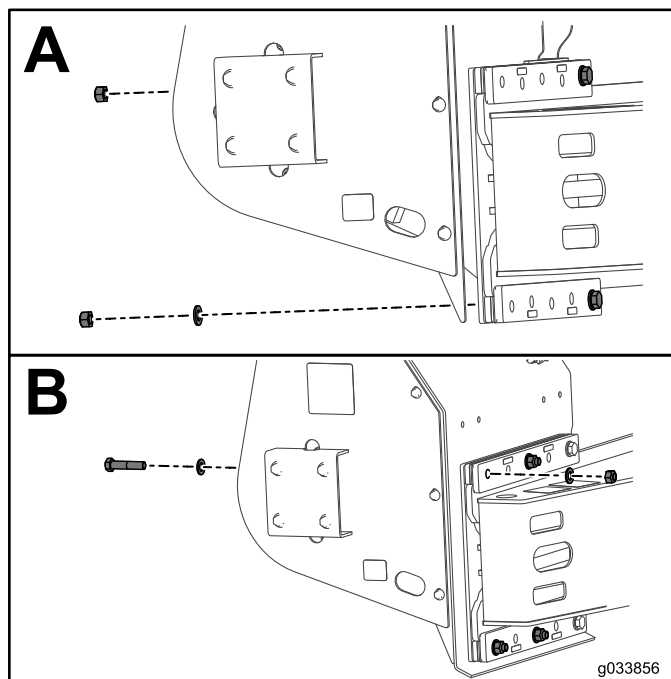

図 5
11. 図5のAに示すように、上側のボルトをロックナットで固定する。
12. 図5のAに示すように、下側のボルトをワッシャとロックナットで固定する。